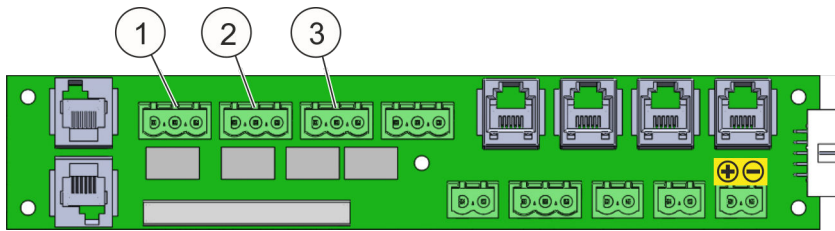

Fig. 18: Contactos sin potencial
- Utilizar los contactos sin potencial (Fig. 18/1 a 3) para la desconexión del aparato por parte de la empresa explotadora.